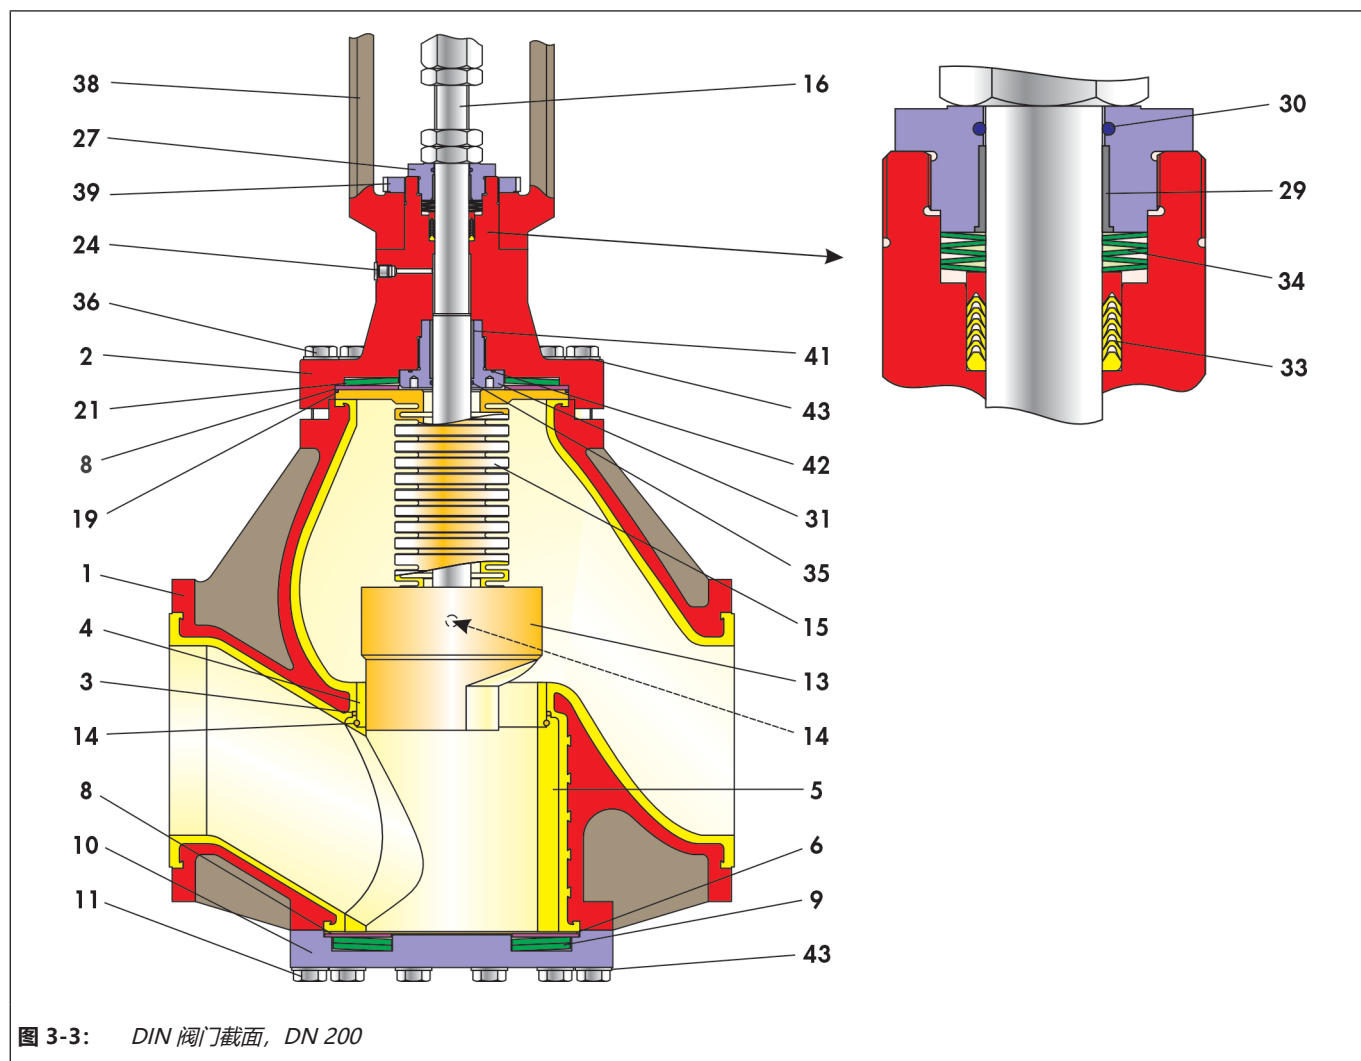

图 3-3: DIN 阀门截面, DN 200
- ⇒ 将阀座 (4) 插入隔板 (5) 的凹槽并用 PTFE 细绳 (14) 加以固定。
- ⇒ 将带有阀座 (4) 的隔板 (5) 插入阀体。
- ⇒ 确保隔板 (5) 中的通道口与阀门的入口相对齐。
- ⇒ 用一个 5 mm 钻头以对角线方向从密封表面钻入隔板 (5) 大约 10 mm 深。
- ⇒ 将一条 PTFE 细绳 (14) 插入该钻孔，从而固定好隔板，防止其扭曲。
- ⇒ 将 PTFE 垫圈 (6) 放在隔板 (5) 上。
- ⇒ 将止推垫圈 (8) 放在 PTFE 垫圈 (6) 上。
- ⇒ 插入弹簧垫圈 (9)。有关弹簧垫圈的位置，请参见图 3-3。
- ⇒ 小心将底部法兰 (10) 放在阀体上。
- ⇒ 将垫圈 (6)、止推垫圈 (8) 和弹簧垫圈 (9) 居中装配在底部法兰中。
- ⇒ 将带有垫圈 (43) 的螺钉 (11) 拧入阀体。以交叉方式均匀拧紧螺钉。
- ⇒ 将阀芯 (13) 推动到波纹管 (15) 上。
- ⇒ 尽可能远地插入 PTFE 细绳 (14)，以固定好阀芯与波纹管之间的接头。
- ⇒ 将阀盖法兰 (2) 放在清洁表面上，其工作高度可确保导向杆易于触及。
- ⇒ 插入定距衬套以及 V 形环填料 (33) 的 V 形环和锁环。有关填料环的排列，请参见图 3-3。
- ⇒ 将弹簧垫圈组 (34) 插入现有小孔中。有关弹簧垫圈的排列，请参见图 3-3。
- ⇒ 将 O 形圈 (30) 插入填料箱 (27) 的内沟槽。
- ⇒ 将上部轴承套 (29) 按入填料箱 (27) 的底部。
- ⇒ 润滑填料箱 (27) 上的螺纹。
- ⇒ 将填料箱 (27) 拧入阀盖法兰 (2) 的上螺纹，填料箱的外沟槽仍可见。
- ⇒ 将弹簧垫圈 (21)、止推垫圈 (8) 和 O 形圈 (19) 插入阀盖法兰 (2)。有关组件排列，请参见图 3-3。
- ⇒ 拧紧锁紧螺钉 (24)。